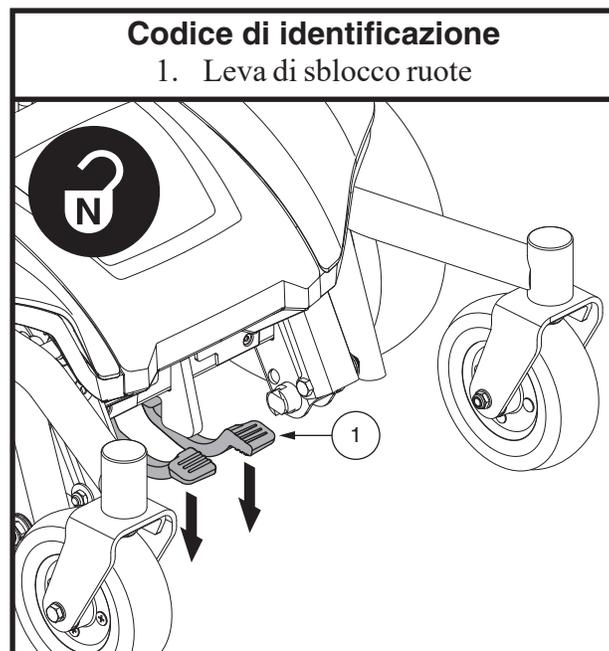

Figura 6. Modalità di sblocco ruote (Trazione disattivata)
3. Spingere le due leve all'indietro per disattivare i motori di trazione (modalità sblocco ruote). Vedere figura 6.